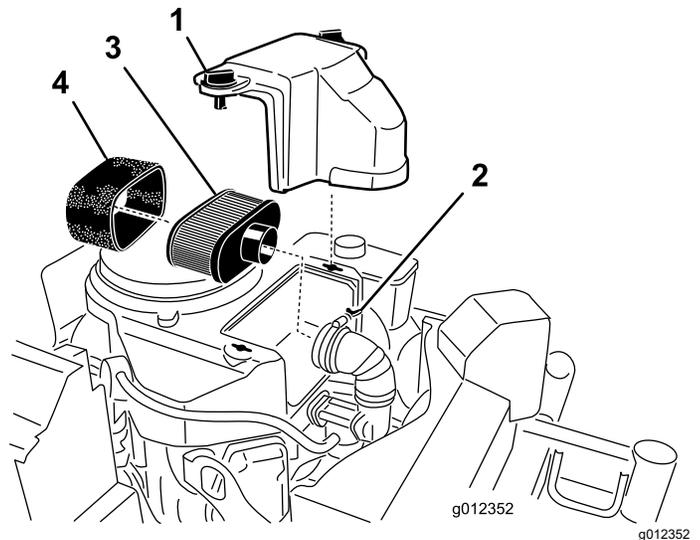

Figura 28
- Limpie alrededor del limpiador de aire de forma que la suciedad no penetre en el motor y cause daños (Figura 28).
3. Gire los botones de la tapa ¼ en sentido antihorario y retire la tapa del limpiador de aire (Figura 28).
4. Gire el tornillo de mariposa de la abrazadera en sentido antihorario hasta que pueda separar el conjunto del limpiador de aire del conducto de entrada (Figura 28).
5. Retire cuidadosamente el elemento de gomaespuma del elemento de papel (Figura 28).
1. Inspeccione el elemento por si estuviera roto, tuviera una película aceitosa o estuviera dañado (Figura 28).
1. Inspeccione el elemento por si estuviera roto, tuviera una película aceitosa o la junta de goma estuviera dañada (Figura 28).
1. Deslice cuidadosamente el elemento de gomaespuma sobre el elemento de papel (Figura 28).
2. Alinee el conjunto del limpiador de aire en el conducto de entrada y sujételo con la abrazadera (Figura 28).
3. Alinee la tapa del limpiador de aire en la tapa del motor y sujete la tapa girando los botones de la tapa 1/4 de vuelta en sentido horario (Figura 28).